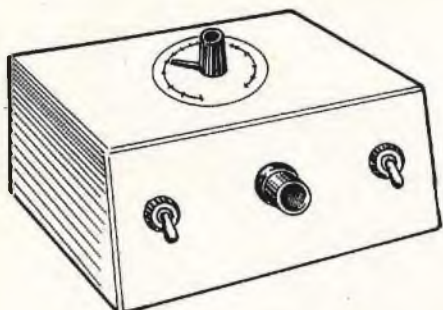

Fig. 3 - Ecco come si presenta, a montaggio ultimato, il relé temporizzato descritto in questo articolo.
**Fig. 3 - Questo disegno interpreta il sistema di inserimento del circuito preamplificatore in un normale ricevitore radio transistorizzato e munito di antenna telescopica.**